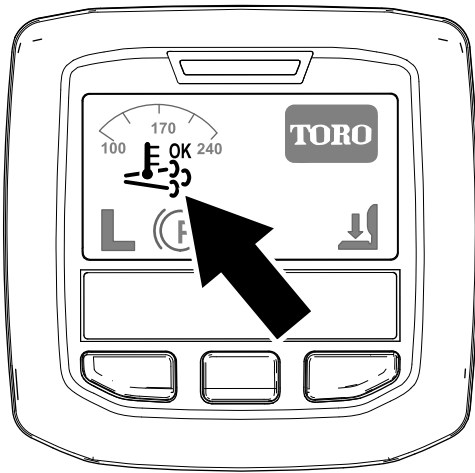

Figure 39
- L'icône de régénération assistée/réinitialisée s'affiche dans l'InfoCenter (Figure 39).